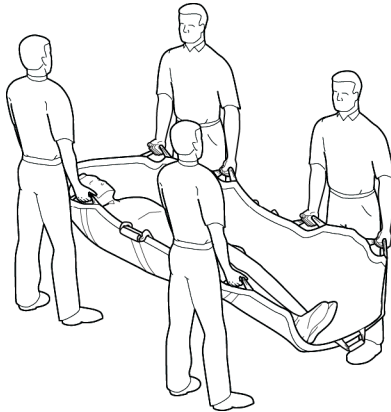

Figure 3
3. En utilisant les poignées, soulever et transporter le patient vers une civière, comme le montre la Figure 3. Le drap de transfert peut être utilisé par un maximum de douze opérateurs.